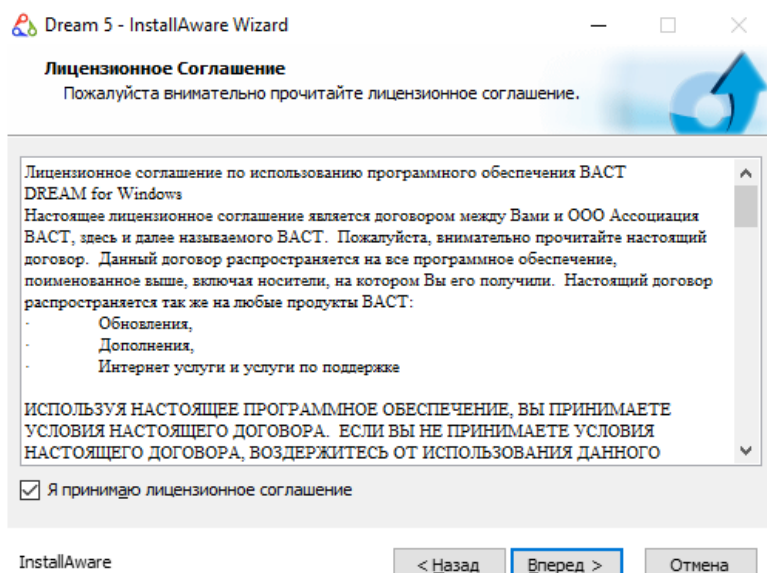

Рисунок 2.4.6
- ознакомиться с лицензионным соглашением (см. Рисунок 2.4.6). В случае согласия, принять лицензионное соглашение, поставив «галочку» в соответствующем поле окна, и нажать кнопку «Вперед»;